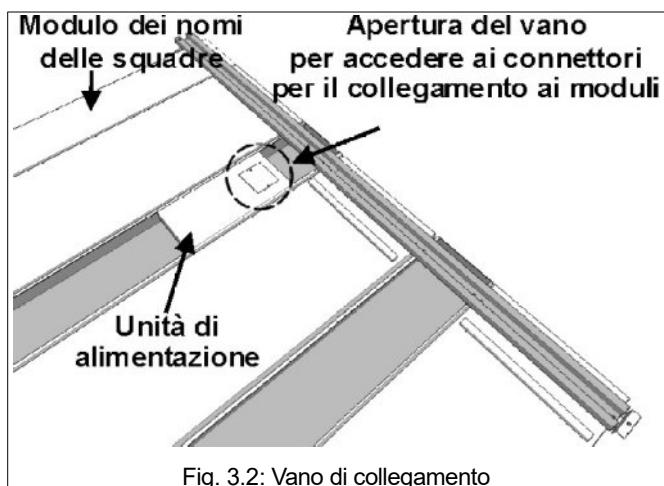

Fig. 3.2: Vano di collegamento
1. Individuare il modulo dove è presente l'unità di alimentazione (vedere Fig. 3.2); mediante un cacciavite a croce, aprire sulla stessa il vano per i collegamenti (Fig. 3.5).